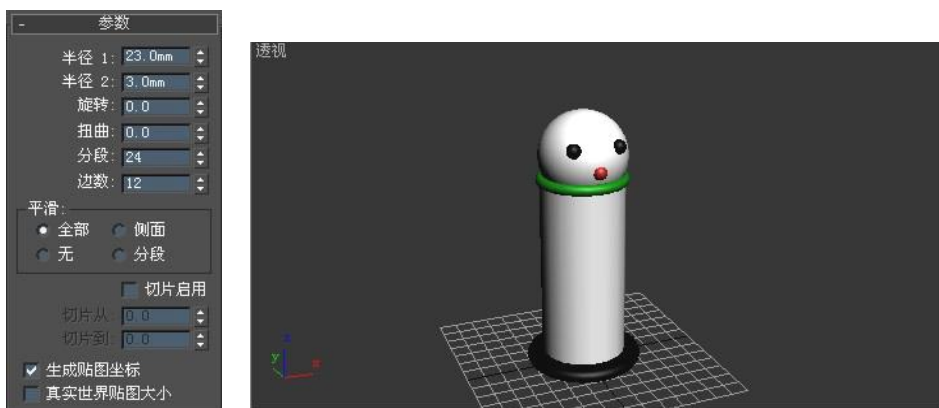

图 2-51 创建圆环
(6) 单击“圆环”按钮, 在顶视图中创建圆环, 在参数面板中设置圆环的参数, 如图 2-51 所示, 颜色选择绿色, 运用对齐方式, 使圆环与球和圆柱体对齐, 用移动工具将圆环移到圆柱上方。